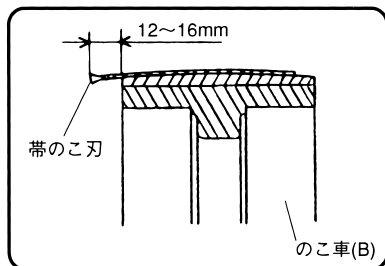

図 12
(7) のこ車(B)を左方向と右方向へ交互に手で回しながら、帯のこ刃出入り調整ノブで帯のこ刃が図12の位置に安定するよう調整します。
- 帯のこの張りを変えたときは必ず帯のこ刃とのこ車が図12のようになるよう帯のこ刃出入り調整ノブで再度調整してください。